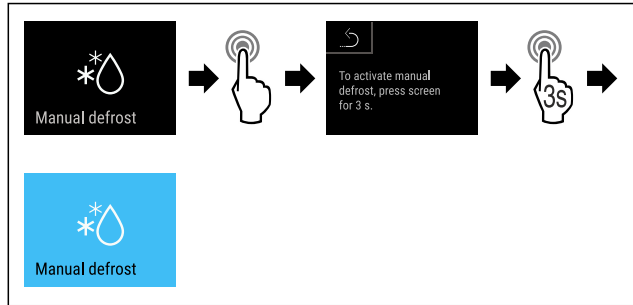

Fig. 132
- Efectuați pașii de acțiune (vezi Fig. 132) .